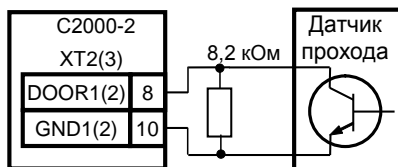
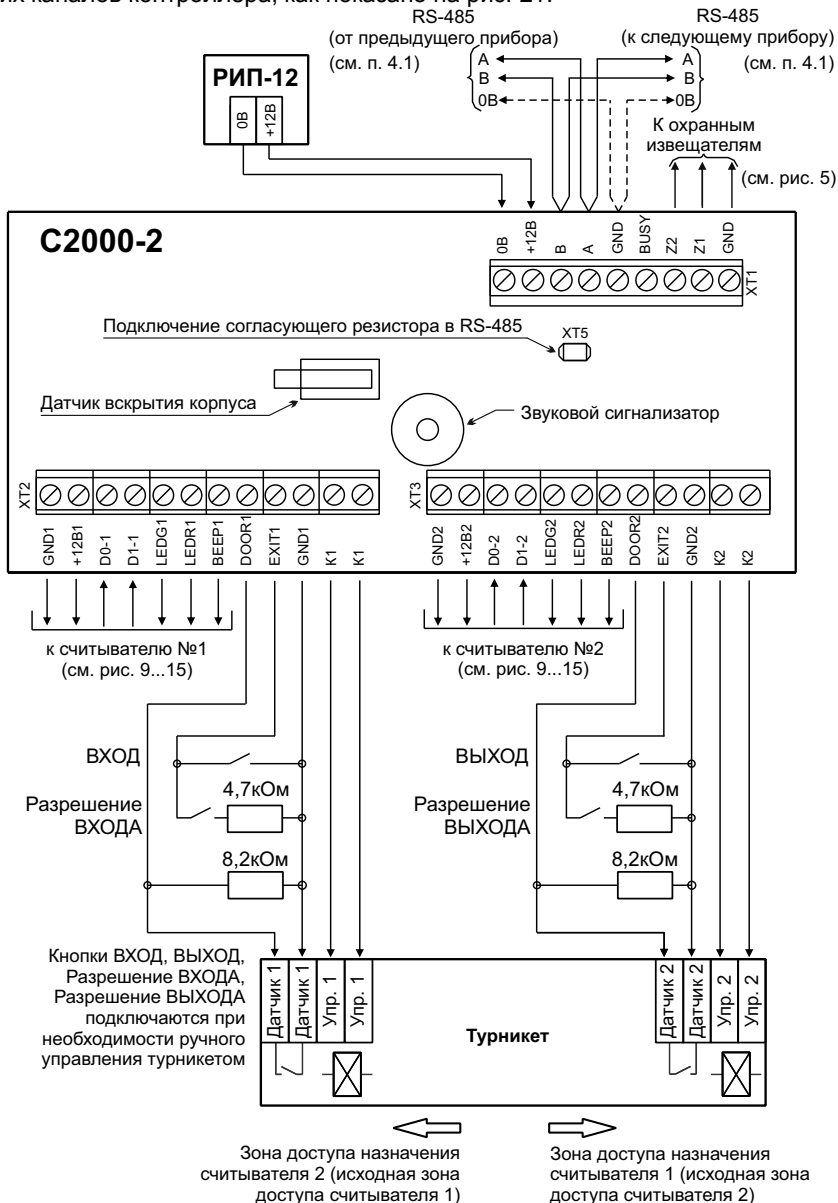

Рисунок 8. Схемы подключения датчиков прохода (открывания двери)
Рисунок 19. Схема подключения контроллера в режиме «Турникет»
4.5.1 К контроллеру можно подключить извещатели с нормально замкнутым и нормально разомкнутым контактным выходом или с выходом типа «открытый коллектор». Схемы подключения датчиков прохода (датчиков открывания двери) к контроллеру приведены на рис. 8.
4.9.1 Подключите цепи управления турникетом и датчик прохода (проворота) в соответствии с рис. 19. Подключение датчиков прохода с различными типами выходов показано на рис. 8.